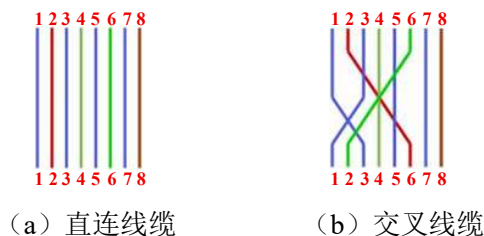

图2 线对连接关系
(1) 被测线缆由测评现场提供。测评现场还提供1m长SFTP型和50m长UTP型的线缆，供参赛队在测试前进行现场校准。
(2) 作品测评过程中，除了按“双端检测”、“单端检测”一键启动相应功能并开始计时外，不允许对测试仪进行其他任何调整和操作。
(3) 基本要求(2)中的“线对连接关系”是指直连线缆或交叉线缆，如图2所示。